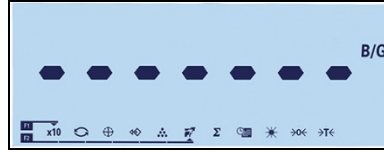

Figure 2-22 : Affichage indiquant le recueil des valeurs de pesée en cours
1. Placez les animaux sur la plate-forme et appuyez ensuite sur la touche de fonction « pesage d'animaux » . Pendant que le terminal recueille les valeurs pondérales, « ----- » reste affiché (Figure 2-22). Le processus dure 2 à 3 secondes. Afin d'obtenir une meilleure précision, les 14 premières valeurs de pesée sont éliminées et les 56 valeurs suivantes sont recueillies pour être utilisées dans le calcul.